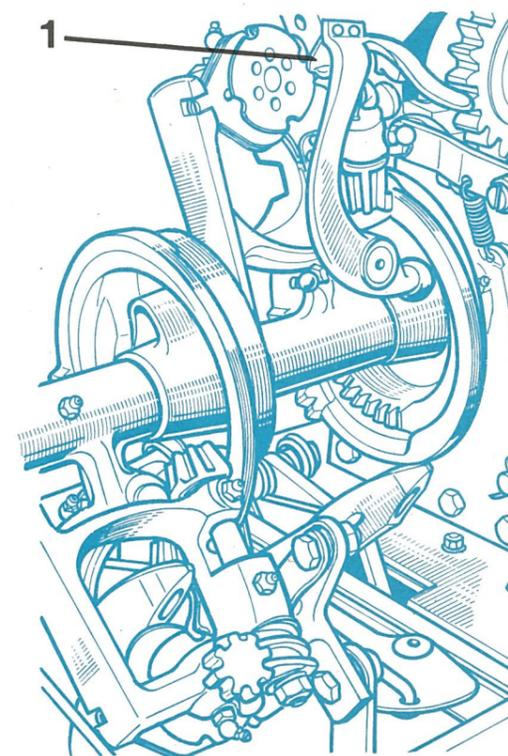

FIG. 17
- Affûter obligatoirement les deux couteaux des bras éjecteurs des noueurs à ficelle (1 fig. 17) et contrôler l'état d'usure des chas d'aiguille.